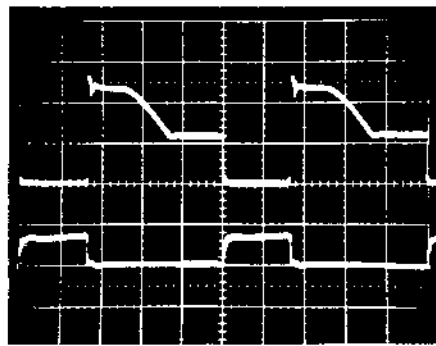

Fig. 6 : Tension et courant drain,  $V_D$  et  $I_D$  du transistor BUZ 36 avec une tension nominale d'entrée de 60 V et une sortie de 5 V, 20 A.
- Les très bonnes performances de commutation, dues à la technologie MOS du transistor BUZ 36 sont visualisées sur les formes d'ondes de la figure 6.